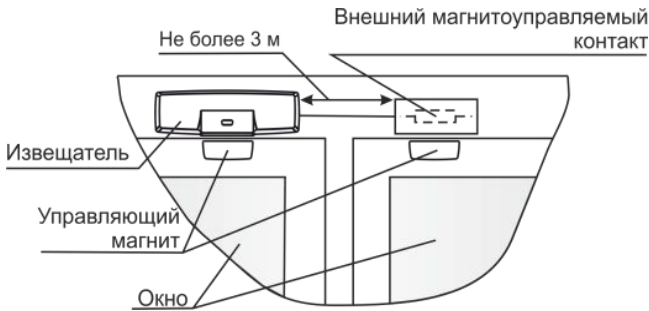

Рисунок 4
8.1.3 Вариант размещения извещателя на окне (рисунок 4)
- Для контроля **встроенного и внешних** магнитоуправляемых контактов (рисунок 4) установить перемычку на вилку **Ext**.